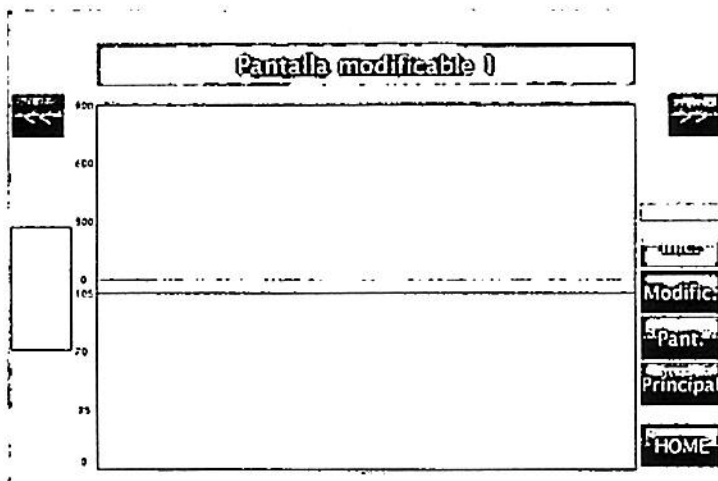

Figura 17: Pantalla modificable 1.
- La página Pantalla modificable 1 (figura 17) está dividida en dos zonas: